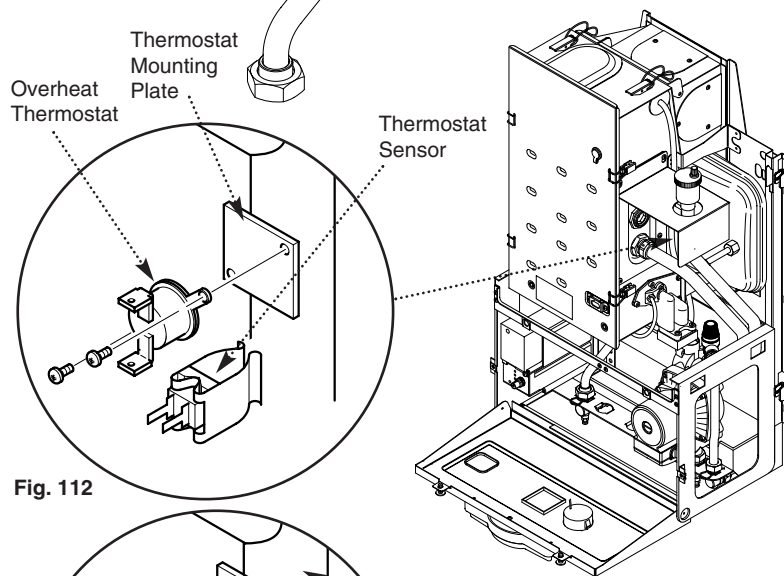

Fig. 112
11.5 Thermostat Sensor (Fig. 112 & 113)
11.6 Over-Heat Thermostat (Fig. 112 & 113)